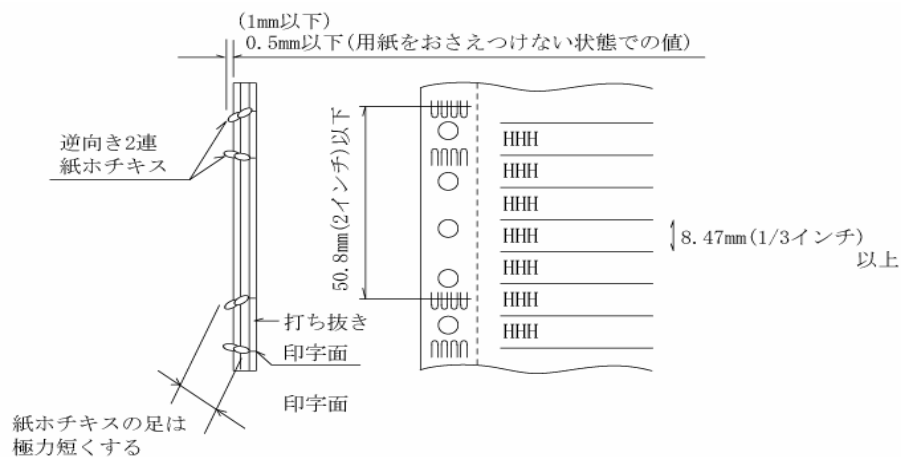

図 2.7 紙ホチキスの例
- ・ 用紙を広げたとき、折り目にできるふくらみ(テント張り)は、1mm以下のものを使用してください。用紙の断面図を、図2.7に示します。